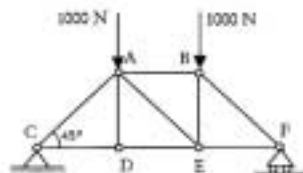

Figura 1.
**PROBLEMA 1.-** Hallar las fuerzas en las barras AB, AE y EF de la estructura articulada plana de la Figura 1.  $CD=DE=EP=1$  m.